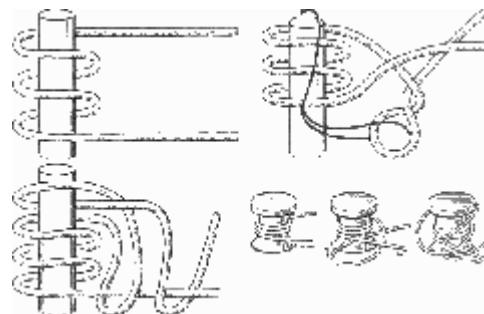

Рис. 19. Портовый узел
**Портовый узел** (рис. 19). Задержать швартовный синтетический конец на парном кнхте — дело нехитрое. А как быть, если вместо парного кнхта в вашем распоряжении одинарный кнхт (или битенг), а на конце швартова нет огона? Для этой цели в морской практике есть несколько оригинальных узлов. Объясним принцип одного из них, который можно отнести к числу незатягивающихся узлов.